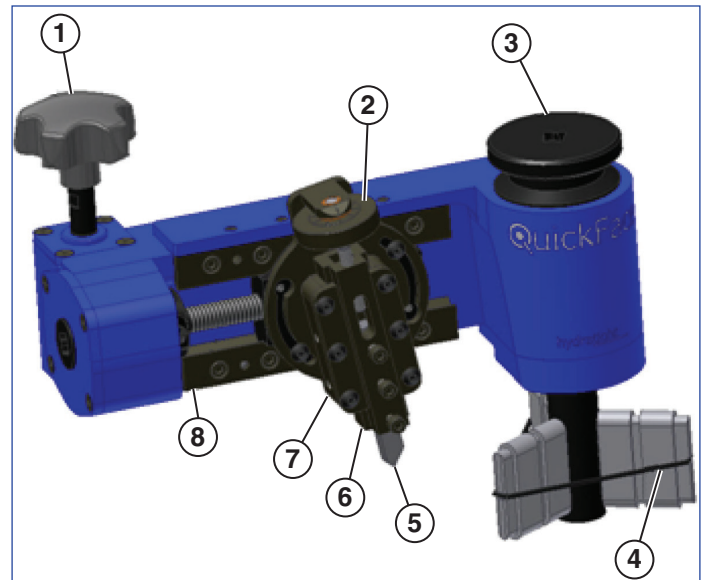

Rysunek 2
Zespół trzpienia składa się z elementów służących do przytwierdzenia obrabiarki QuickFace do obrabianego przedmiotu. Regulowane elementy ustalające i nakładane przedłużki przeznaczone są do przytwierdzenia i zabezpieczenia obrabiarki. Pierścień O-ring służy do mocowania elementów ustalających do trzpienia (see Rysunek 2).
2. Zamocuj elementy ustalające i nakładane przedłużki (w razie potrzeby) w szczeliny na wałku trzpienia. Dopilnuj, by ustawiona pod kątem powierzchnia wałka rozprężnego była dopasowana do skośnej powierzchni elementów ustalających (patrz see Rysunek 2 pokazuje prawidłowe położenie elementów ustalających).